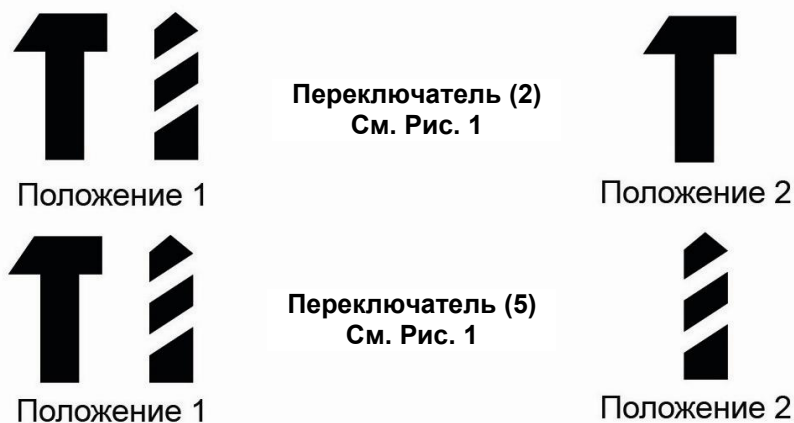

Рис. 4
- Режим «сверление». Установите переключатель (2)(См. Рис.1) в положение 1 (См. Рис.4); а переключатель (5)(См. Рис.1) – в положение 2 (См. Рис.4).
- Режим «сверление с ударом». Установите переключатель (2) положение 1; и переключатель (5) – в положение 1.
- Режим «долбление» (удар). Установите переключатель (2) - положение 2; а переключатель (5) – в положение 1.